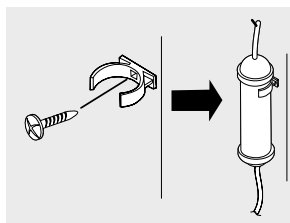

Figura 34
- Introduzca el filtro en el soporte. (Figura 34)